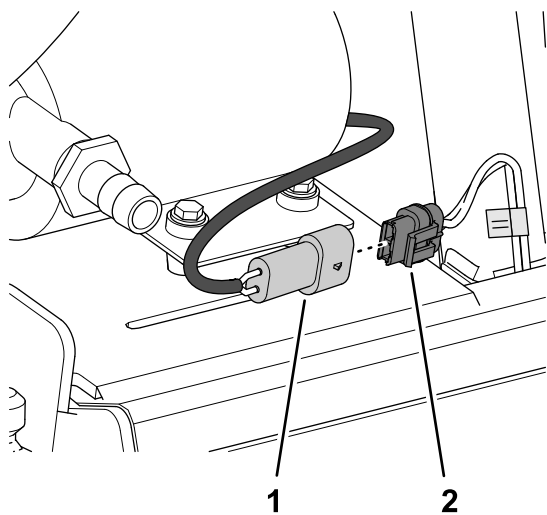

图26
6. 从标有冲洗泵的机器线束的 2 插槽电气接头上拔掉防尘塞 图26。
7. 将冲洗水箱泵线束的 2 针接头插入标有冲洗泵的机器线束的 2 插槽接头图26。